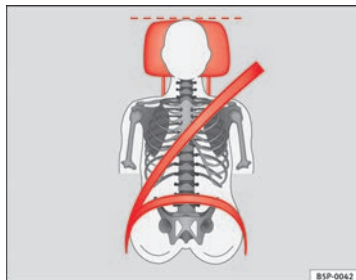

Fig. 13 Sangle de ceinture de sécurité bien ajustée et appui-tête correctement réglé (vue de face)
- La sangle baudrier de la ceinture de sécurité doit passer au milieu de l'épaule, jamais sur le cou. La ceinture de sécurité doit s'appliquer bien à plat sur le buste et l'enserrer fermement ⇒ fig. 13.